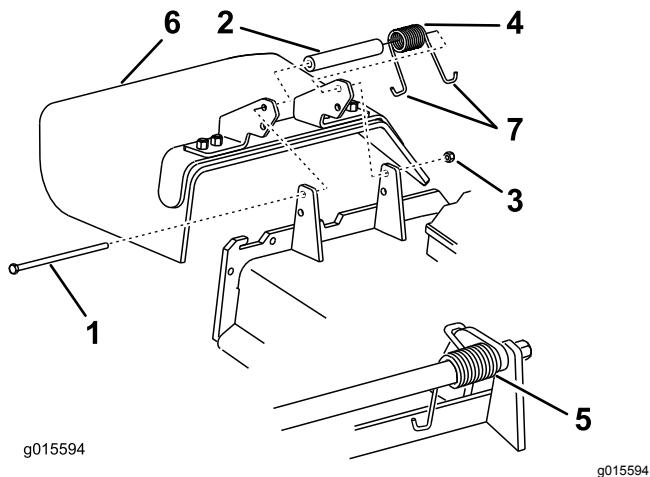

Figura 84
1. Retire la contratuerca, el perno, el muelle y el espaciador que sujetan el deflector a los soportes de pivoté (Figura 84).
**Nota:** Asegúrese de colocar un extremo con gancho en J del muelle detrás del reborde de la carcasa antes de instalar el perno, según se muestra en Figura 84.
6. Coloque 1 extremo en J del muelle alrededor del deflector de hierba (Figura 84).